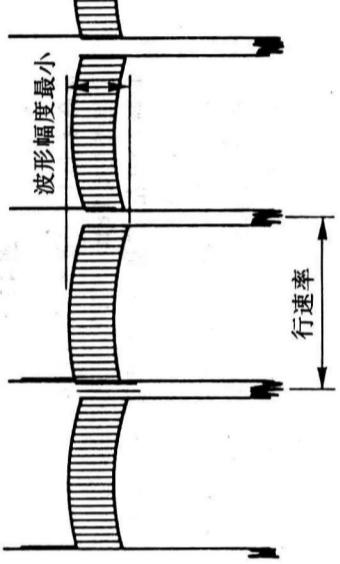

图 56
- ① 调整条件和步骤与采用矢量仪的情况相仿;
- ② 调节 VR318、VR319, 使波形幅度最小, 如图 56 所示。